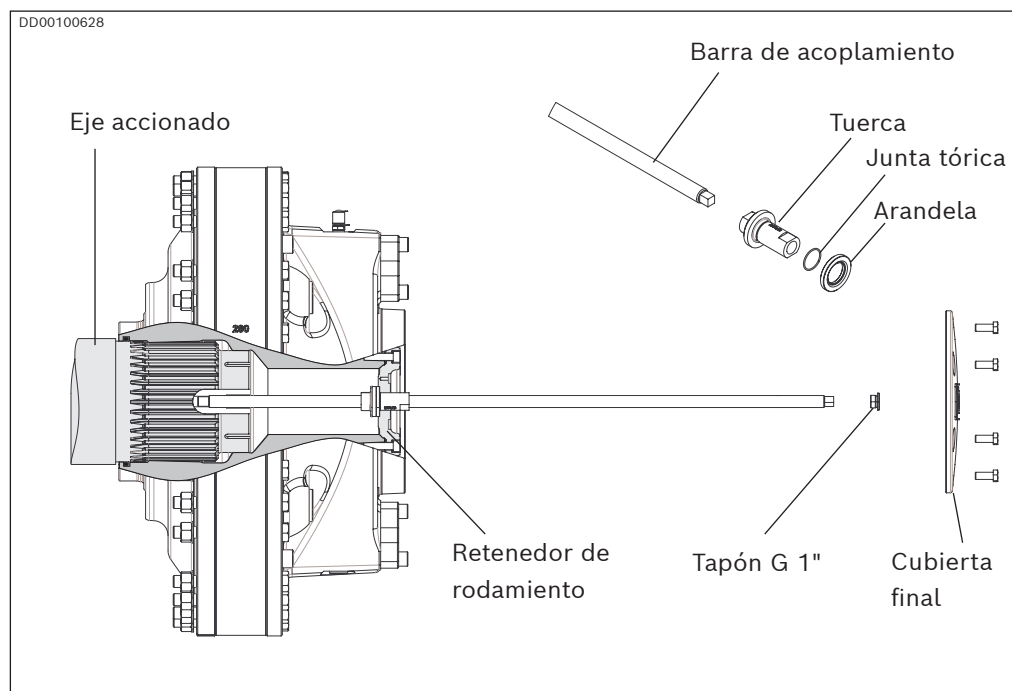

Fig. 51: Herramienta de montaje para quitar el motor de estrías CB
7. Instale la herramienta de montaje con la tuerca conforme a Fig. 51. Atorníllela en el eje accionado usando una llave inglesa en la manilla de la herramienta de montaje.
5. Instale la herramienta de montaje con la tuerca conforme a *Fig. 51*. Atorníllela en el eje accionado usando una llave inglesa en la manilla de la herramienta de montaje.